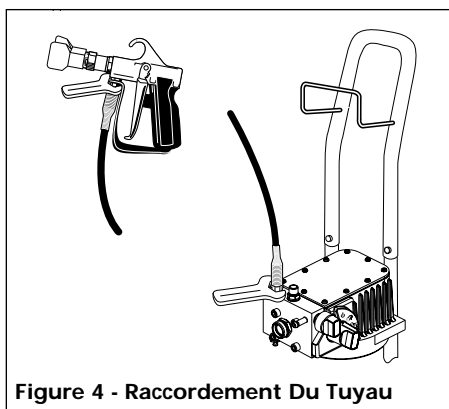

Figure 4 - Raccordement Du Tuyau
5. Attacher le tuyau de haute pression à la pompe et au pistolet en utilisant une clé de 11/16 po (Voir Figure 4). Ne pas attacher l'assemblage d'aspiration à ce moment.